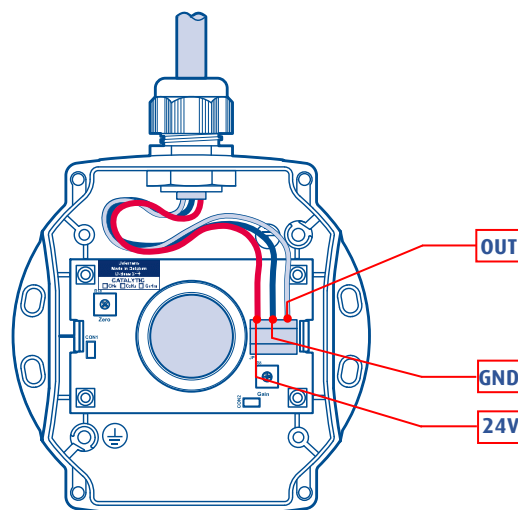

Abbildung 6: Elektrischer Anschluss des D•TEX3F+
- Befestigen Sie die neue Platte im Gehäuse und schließen Sie das Kabel wie in Abbildung 6 angegeben wieder an.